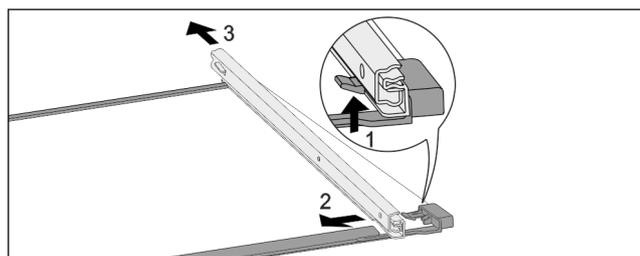

Fig. 148 Tablette en verre avec rails
- ▶ Pousser le crochet d'enclenchement avant vers le bas. Fig. 148 (1)
- ▶ Pousser le rail télescopique vers le côté Fig. 148 (2) et vers l'arrière Fig. 148 (3).